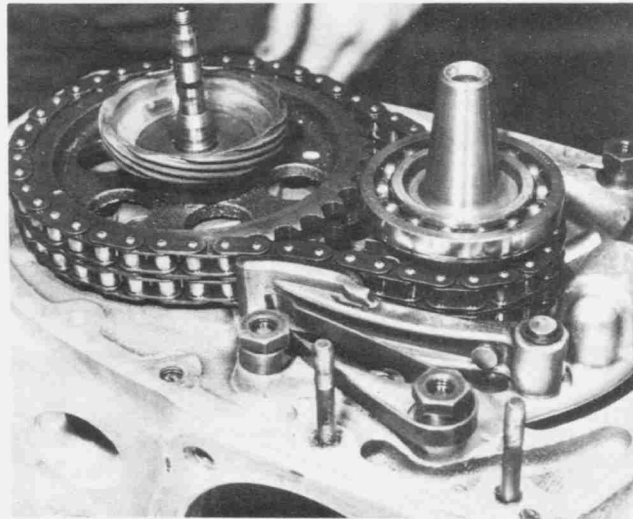

Bild 68
- Kettenspanner und Feder wieder einbauen (Bild 68).